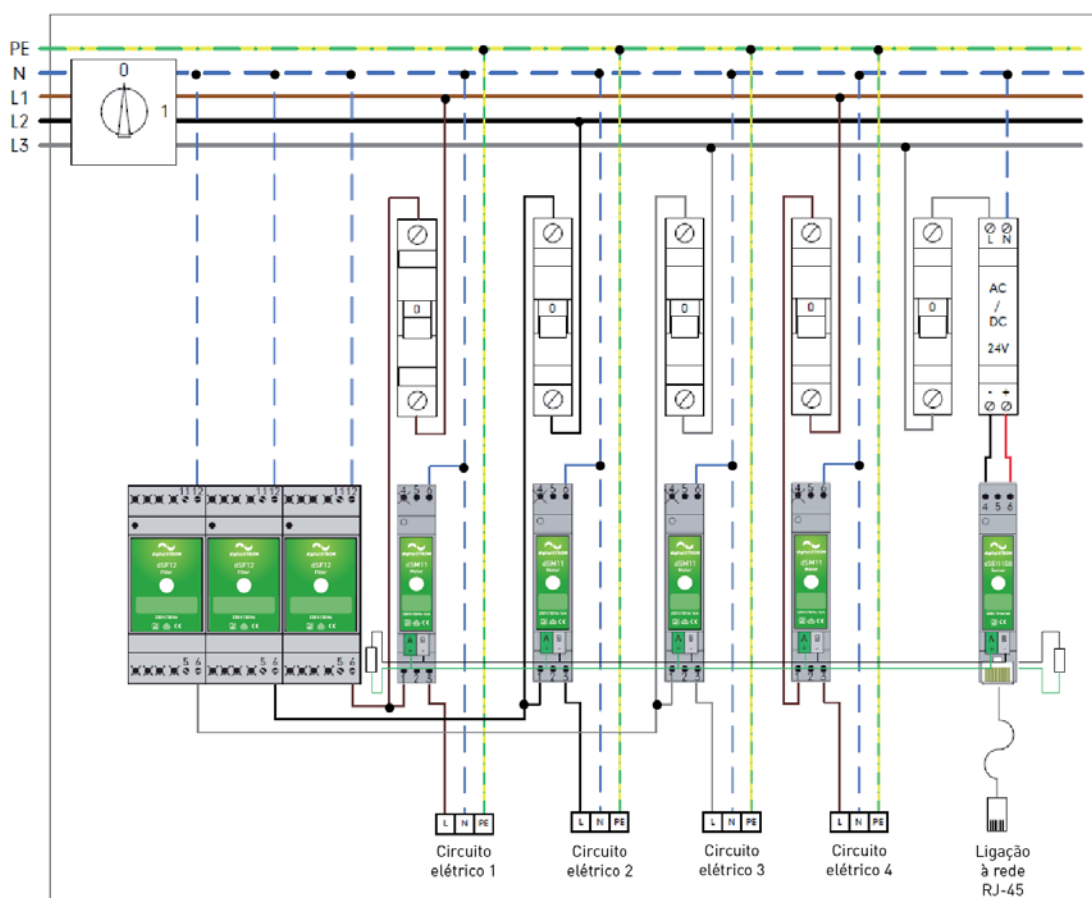

Fig. 1 Vista geral do quadro elétrico
- São necessários, no máximo, três filtros digitalSTROM (dSF) por quadro elétrico (Fig. 1).